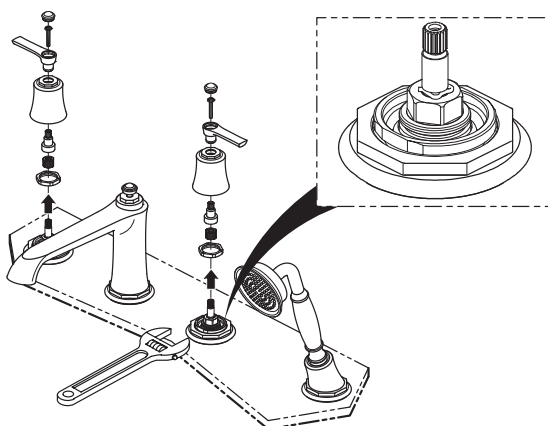

Fig. 8.1
- Serrer la cartouche à l'aide d'une clé à molette (fig. 8.1).
- *Tighten the retainer nut using adjustable wrench (fig. 8.1).*